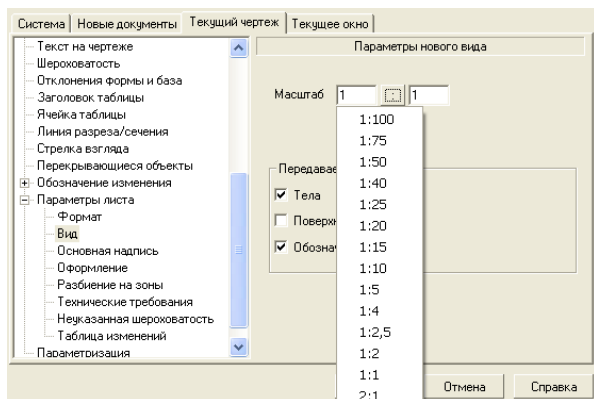

Рисунок 8.16 – Диалоговое окно Параметры с открытой вкладкой Текущий чертеж и панелью Параметры нового вида
- щелкните в дереве элементов чертежа по пункту *Параметры листа*, если он не раскрыт, а затем – по пункту *Вид*. В правой части появится панель *Параметры нового вида*, показанная на рисунок 8.16.